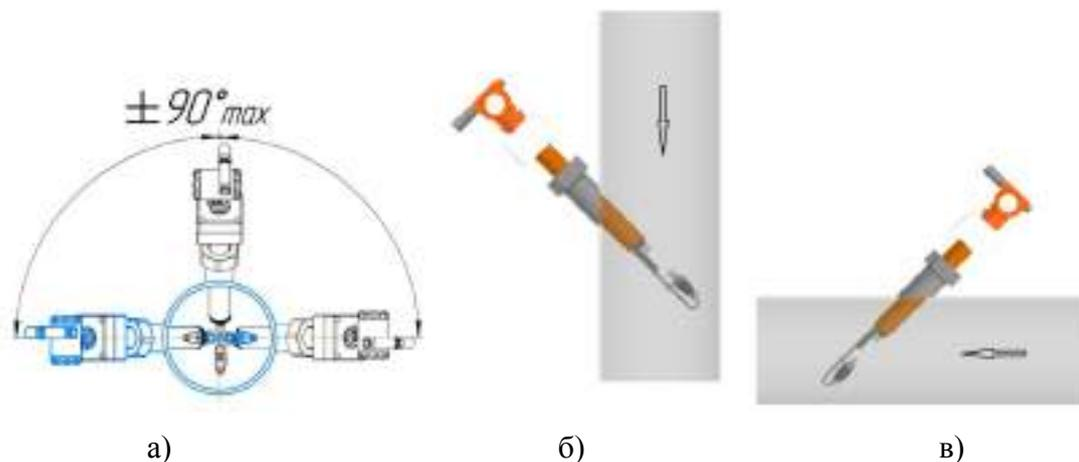

Рисунок 2.18 – Установка преобразователей расхода UFG-Z на трубопровод
2.5.9.1 При использовании преобразователя расхода UFG-Z на сухих и чистых газах, при отсутствии конденсата или жидкой фазы, допускается установка преобразователей расхода в вертикальной плоскости (рисунок 2.18а, 2.18в). при наличии конденсата в потоке, преобразователь расхода UFG-Z следует располагать в горизонтальной плоскости в соответствии с рисунком 2.18а). Допускается устанавливать преобразователь расхода UFG-Z на вертикальном участке трубопровода при отсутствии дренажа конденсата через измерительный участок трубопровода (рисунок 2.18б).